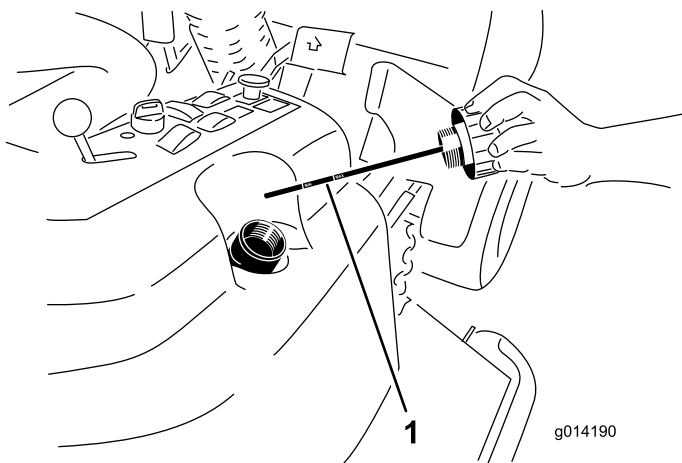

Figura 49
2. Togliete il tappo di riempimento del fluido idraulico dal collo del bocchettone (Figura 49).
3. Togliete l'asta di livello ed asciugatela con un panno pulito (Figura 49).
4. Avvitare a fondo l'asta di livello nel bocchettone di riempimento, quindi estraetela e controllate il livello del fluido (Figura 49).